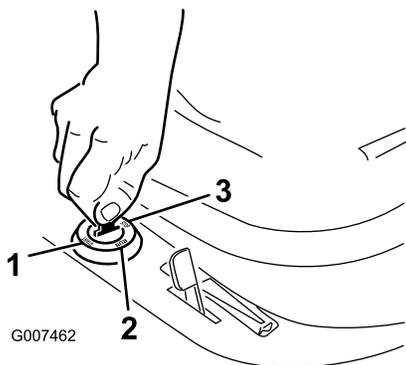

Figure 11
6. Tournez la clé de contact dans le sens des aiguilles d'une montre et maintenez-la en position de Démarrage (Figure 11). Relâchez la clé quand le moteur démarre.
2. Tournez la clé de contact à la position Contact coupé (Figure 11).